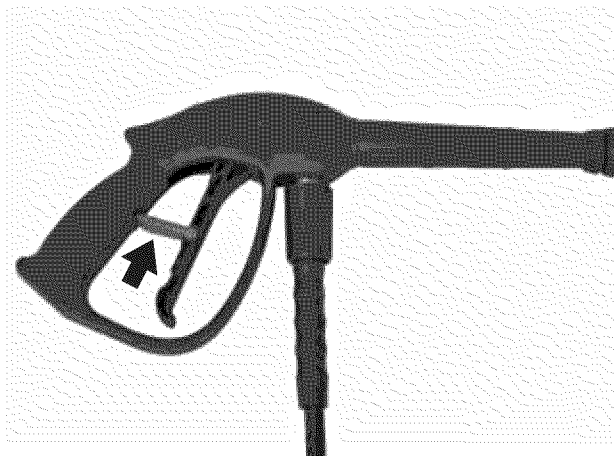

Figura 24 – Bloqueo del disparador cerrado
1. Suba el bloqueo del disparador para cerrarlo en la posición **OFF (APAGADO)** (ver Figura 24).